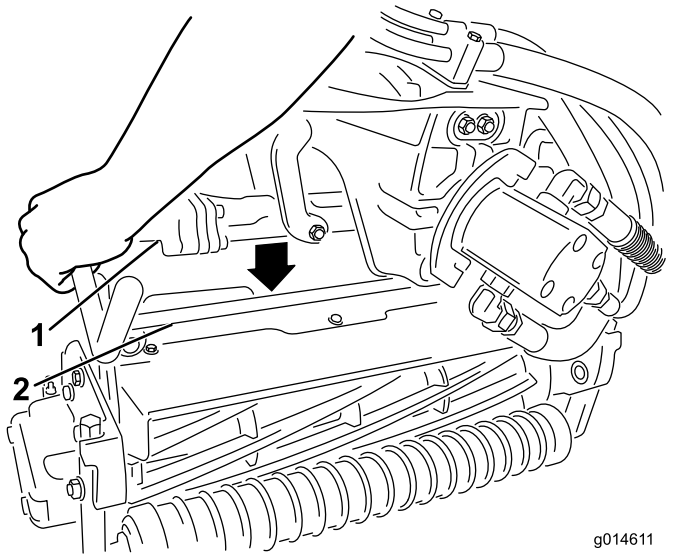

Bild 44
- Schmieren Sie die Keilwelle des Schneideinheitmotors mit sauberem Fett ein (Bild 44).
- Setzen Sie den Motor in die linke Seite der Schneideinheit (aus Sicht der Bedienerstellung) und ziehen die Motorbefestigungsstange an der Schneideinheit zum Motor, bis Sie einen deutlichen Klick von beiden Seiten des Motors hören (Bild 44).